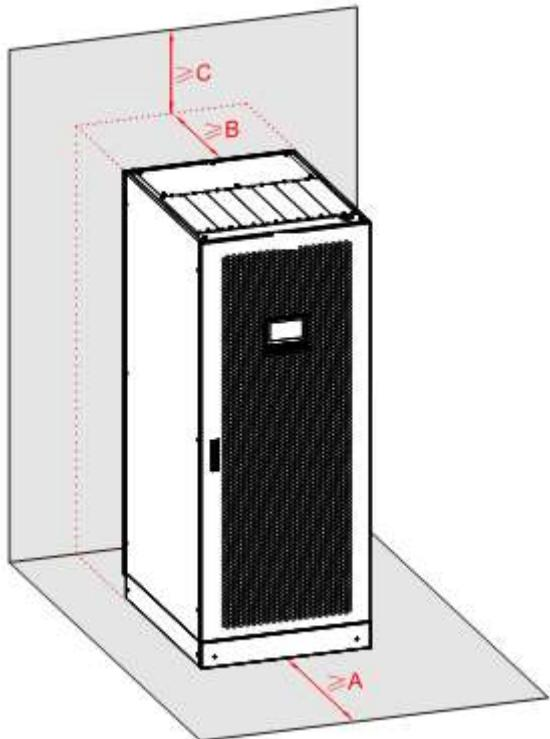

Рисунок 3-2. Монтажные зазоры вокруг ИБП
- Сохраняйте указанные зазоры вокруг ИБП, необходимые для оптимального отвода производимого ИБП тепла или выполнения технического обслуживания, см. рисунок 3-2.